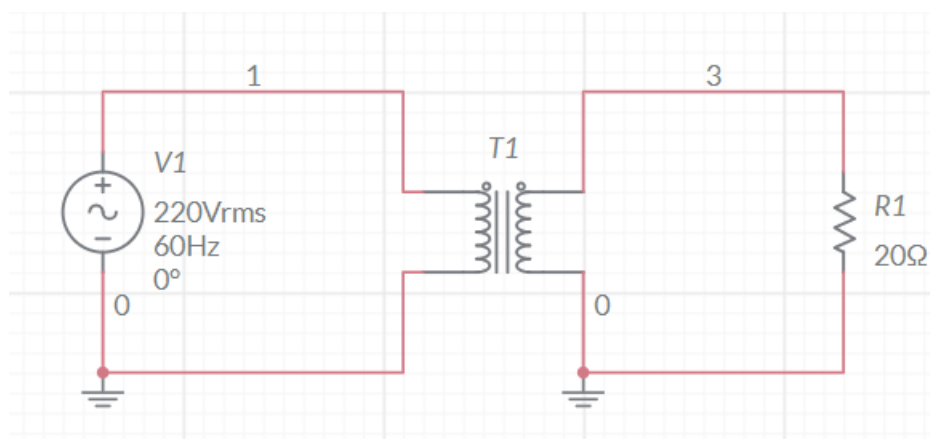

Figura 5.1
5.1 - Monte o circuito da **Figura 5.1**, onde a tensão V1 é de 220 V eficazes, 60 Hz e o transformador é para 220/10 V e preencha a **Tabela 5.1** com os valores medidos de tensão e corrente. Demonstre as medidas através de “prints” da tela.